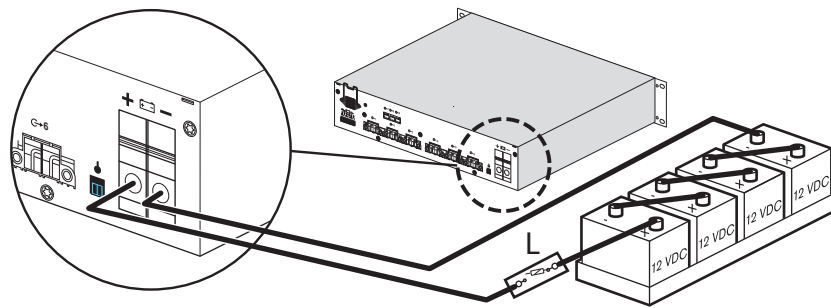

图 6.4 以串联方式为 PLN-48CH12 (48 Vdc) 电池充电器连接多个电池
- 始终以串联方式连接电池。图 6.4 显示将四个 12 Vdc 电池连接到 PRS-48CH12 电池充电器的示例。
- 始终尽可能在靠近电池的位置使用电池保险丝断路器 (L)。